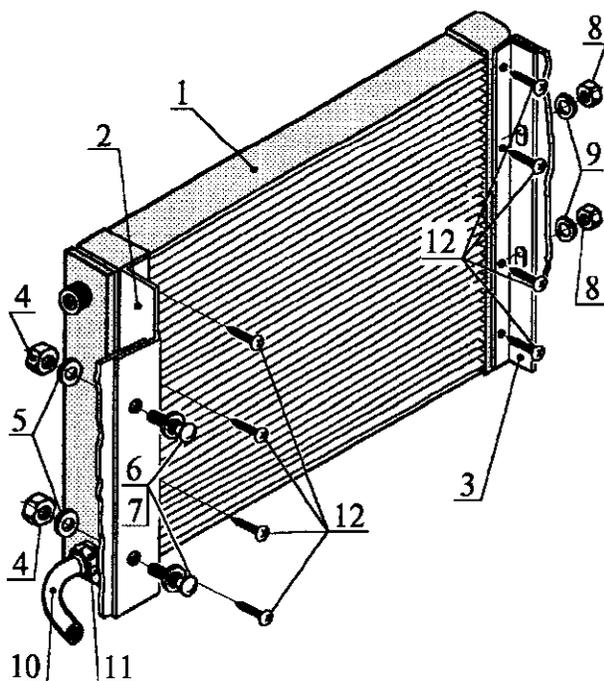

Рис. 5. Снятие конденсатора с автомобиля ГАЗ-3110:
4.3.3. Снять конденсатор 1 (рис. 5) с отводящей трубкой 10 в сборе и два кронштейна 2, 3 крепления конденсатора к кузову, отвинтив и сняв по две гайки 4, 8 с шайбами 5, 9 крепления кронштейнов к кузову, вынув два винта 6 с шайбами 7, вывинтив и сняв по четыре винта 12 с каждой стороны крепления конденсатора 1 к кронштейнам 2, 3